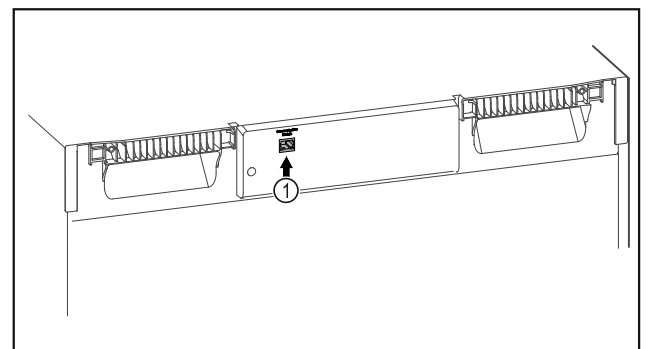

Fig. 108
- SmartModule Fig. 108 (1) установлен.